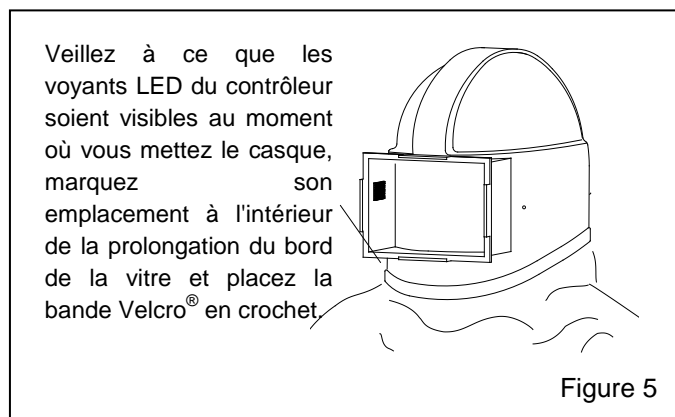

Figure 5
2.1.2.3 Enfillez le casque et placez temporairement le contrôleur sur l'une des parois latérales de la prolongation du bord de la vitre comme illustré sur la figure 5. Veillez à ce que les voyants LED du contrôleur soient bien visibles.